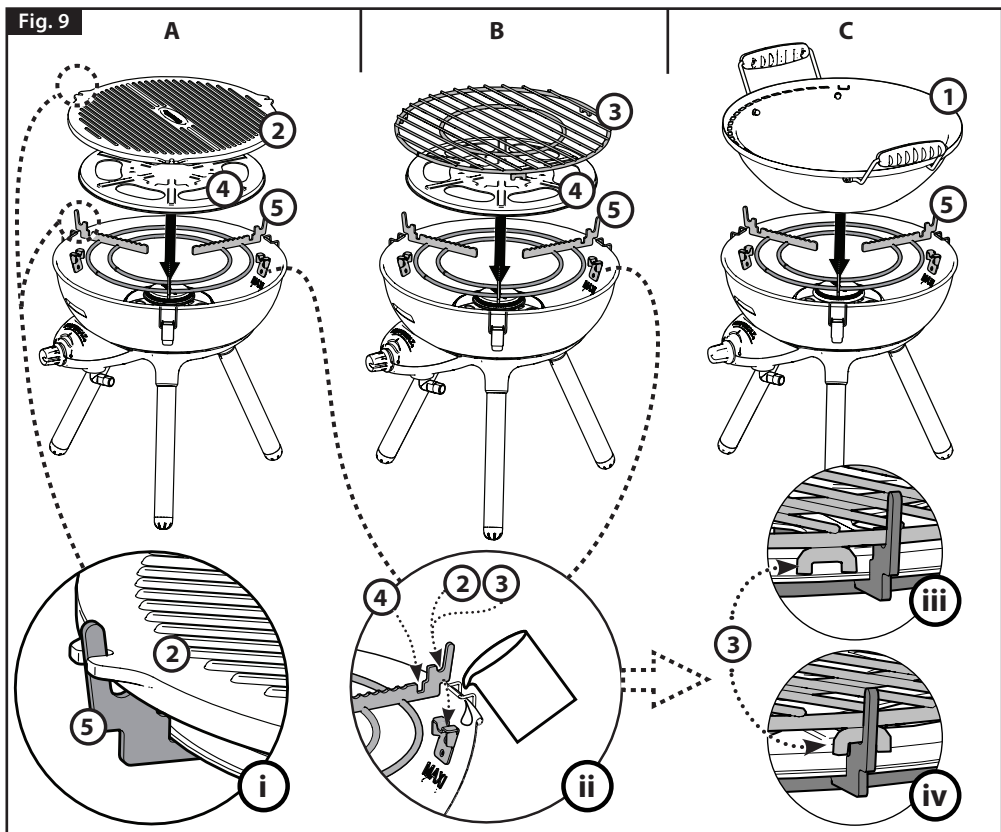

Fig. 10
Piezozündung (Abb. 10):
1. (Abb. 10-A) Öffnen Sie die Gaszufuhr (Ventil am Druckregler oder Zylinder) (nach "+").
2. (Abb. 10-B) Drehen Sie den Kontrollknopf gegen den Uhrzeigersinn in die Entzündungsposition (†). Wenn Sie ein Klicken hören und der Brenner gezündet ist (überprüfen Sie die Flamme durch das Fenster auf der Vorderseite des Auffangbeckens), drehen Sie den Kontrollknopf in die entgegengesetzte Richtung (Abb. 10-C) in die gewünschte Wärmeeinstellung (zwischen 🔥 und 🔥).
3. Wenn der Brenner nicht zündet, drehen Sie den Regelknopf im Uhrzeigersinn bis zum Anschlag in die Aus-Stellung (O). Warten Sie 5 Minuten, bevor Sie die Bedienung wiederholen.